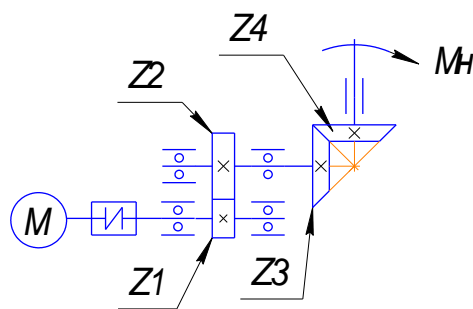

Рис. 3
3. Определить: мощность двигателя, числа оборотов валов передачи, моменты нагрузки на валах привода с двухступенчатым редуктором (рис. 3).